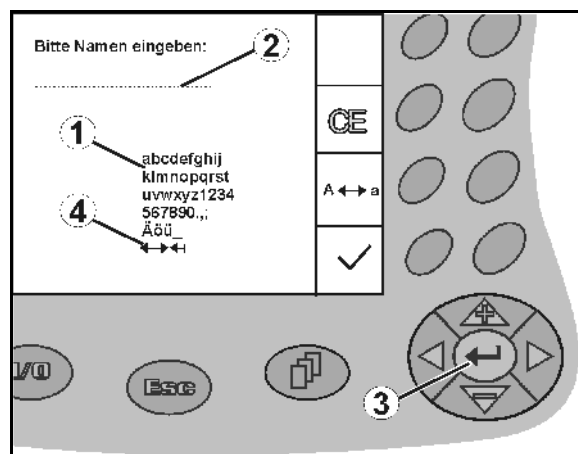

Fig. 13
När text och siffror ska matas in i **AMATRON⁺** visas inmatningsmenyn (Fig. 13).
I displayens nedre del visas ett urvalsfält (Fig. 13/1) med bokstäver, siffror och pilar som kan överföras till inmatningsraden (Fig. 13/2) (text eller siffror).
Välj bokstäver och/eller siffror i urvalsrutan (Fig. 13/3).
-  Bekräfta valet (Fig. 13/3).
Med pilarna  och  i valfältet (Fig. 13/4) kan markören flyttas på inmatningsraden.
Pilen  i urvalsfältet (Fig. 13/4) raderar den senaste inmatningen.